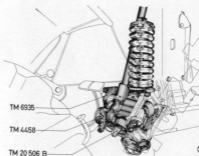

Abb. 7
2. Das **Handhebwerk** TM 20 506 B wird in den Tragbock TM 6935 eingeschoben und durch den Kegelstift TM 4458 gesichert (Abb. 7).